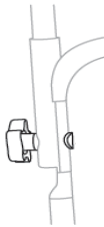

Рис. 5
3. Закрепите верхнюю и нижнюю рукоятки болтами и фиксирующими винтами (Рис. 5).